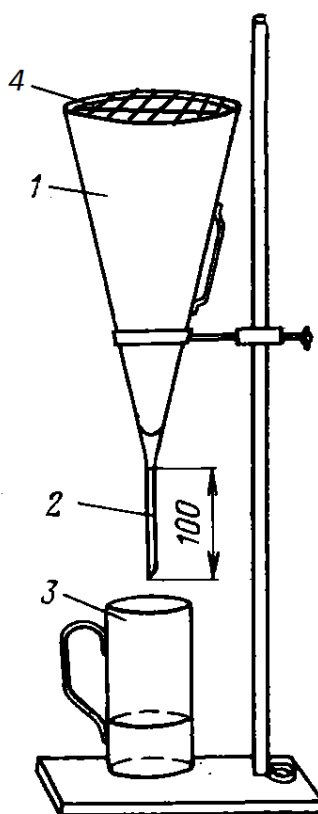

Рисунок 1 – Полевой вискозиметр
1. Ознакомится по описанию и в натуре с приборами (рис. 1, рис 2).